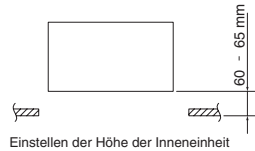

Abb. 7-13
- (2) Die Höhe der Inneneinheit mit Hilfe der Hängeanker so einstellen, dass der Abstand zwischen der Unterseite der Inneneinheit oder der Filterkammer (Sonderausstattung) und der Deckenoberfläche 60 bis 65 mm beträgt. (Abb. 7-13)